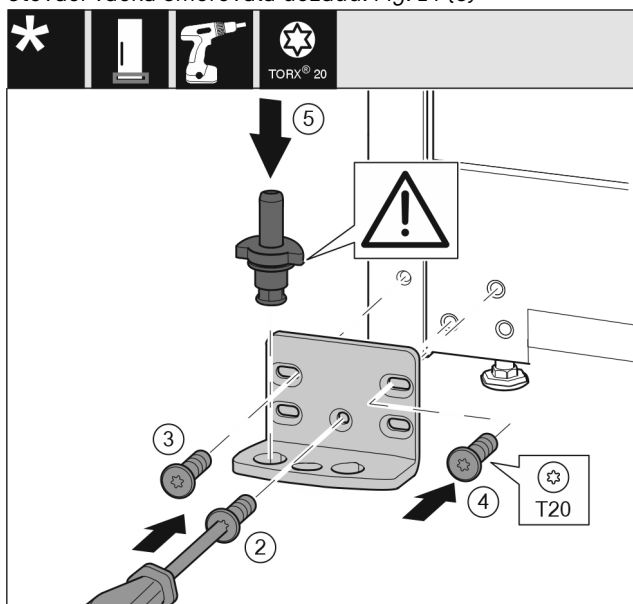

Fig. 15
- Nasad'te stojan ložiska na druhé straně a přišroubujte pomocí šroubováku T20. Začnete šroubem 2 dole uprostřed. Fig. 15 (2)
- Pevně utáhněte šroub 3 a 4. Fig. 15 (3,4)
- Zcela vložte ložiskový čep. Přitom dávejte pozor, aby zajišťovací vačka směřovala dozadu. Fig. 15 (5)